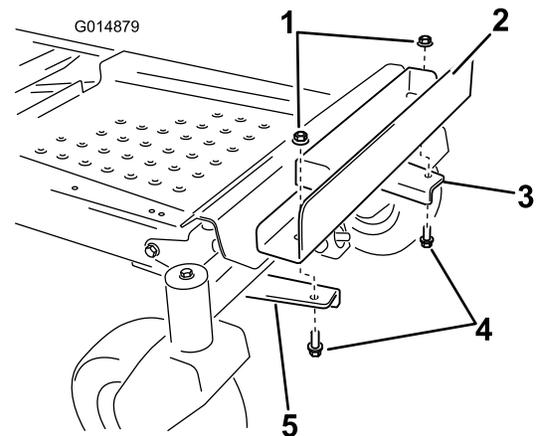

Figure 10
7. Fixez le support de masse aux supports de fixation en alignant les trous extérieurs du support sur les supports de fixation montés précédemment (Figure 10).
8. Fixez le support de masse au moyen de 2 boulons ($\frac{3}{8}$ x 1 po) et 2 contre-écrous ($\frac{3}{8}$ po), comme montré à la Figure 10.